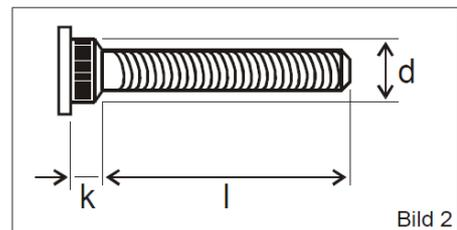

Bild 2
3. Das **Pro-Spacer System 6** wird komplett mit allen benötigten Anbauteilen geliefert. Es ist jedoch unbedingt notwendig einige Größen dieser Anbauteile zu verifizieren. Achten Sie insbesondere darauf, dass die Rändellänge ( $k$ ) und der Rändeldurchmesser ( $d$ ) (Bild 2) der Eibach-Spezial- Rändelbolzen den Original Rändelbolzen entspricht. Neben der Form ist die Gewindegröße mit ihrem spezifischen Gewindedurchmesser und der Gewindesteigung zu verifizieren.